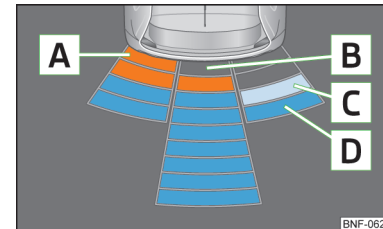

Fig. 88 Afișarea pe ecran a sistemului optic pentru parcare
Afișarea pe ecran » fig. 88
- A** Un obstacol recunoscut în zona de coliziune este redat prin segmentul colorat în culoare portocalie » fig. 88. **Nu continuați deplasarea!**
- > Prin atingerea cu degetul a ecranului aparatului multifuncțional » fig. 88.